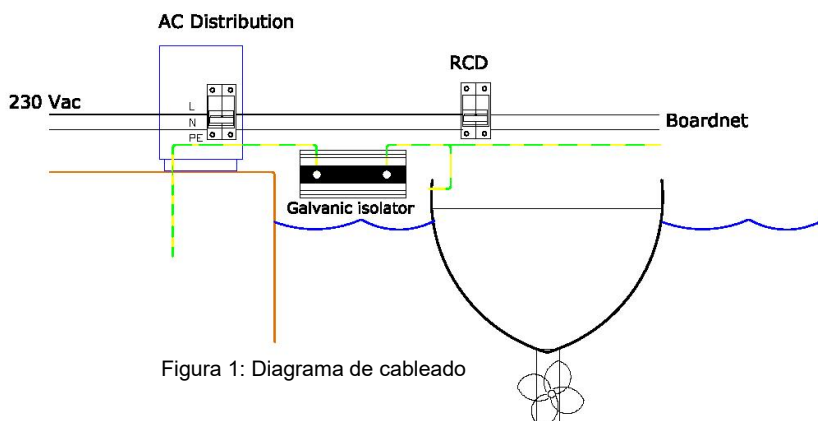

Figura 1: Diagrama de cableado
- 2.3. Conecte el aislador galvánico en el cable de conexión a tierra verde (seguridad), tal y como se muestra en la figura 1